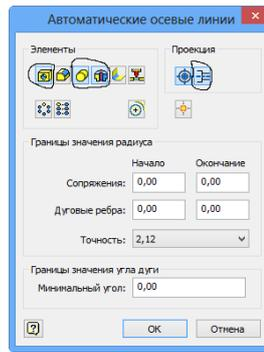

Рис. 102. Окно «Автоматические осевые линии»
15. В открывшемся диалоговом окне выбрать объекты для нанесения осевых линий. Задайте нормальную и параллельную проекцию. Нажмите «OK» (рис. 102).